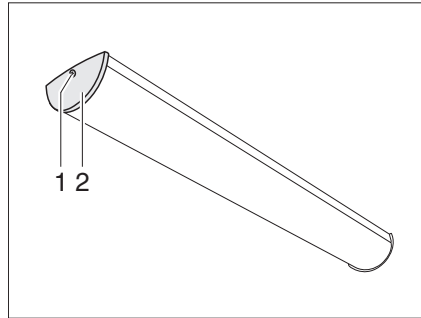

Fig. 258 Lámpara interior
- Extraer el tornillo (Fig. 258,1) y retirar la cubierta (Fig. 258,2).